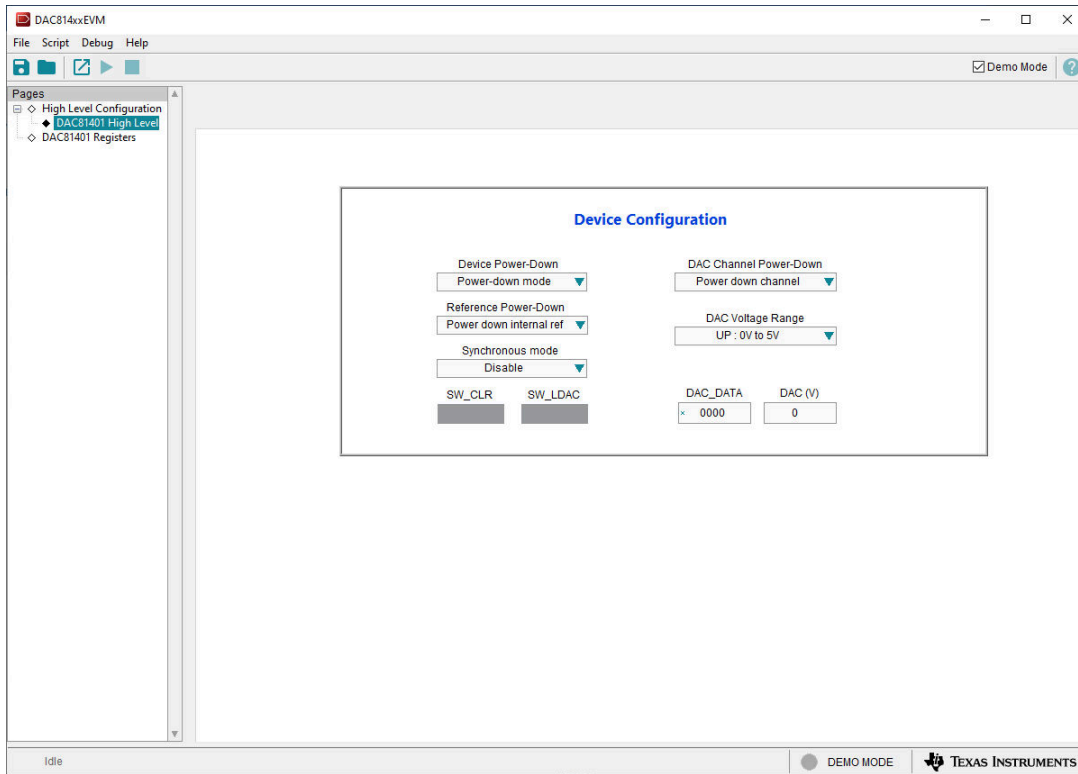

图 2-5. DAC81401EVM 概述页面
**DAC81401 High Level** 页面可快速了解 DAC81401 基本功能，如图 2-5 所示。